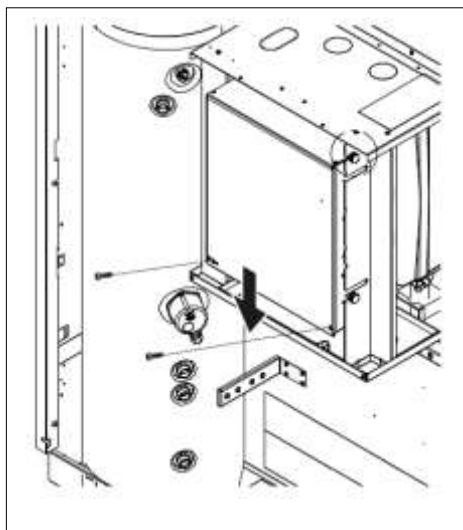

Figura 14-Rimozione pannello di accesso
- 12) Fissare i tubi con le staffe (figura 14).